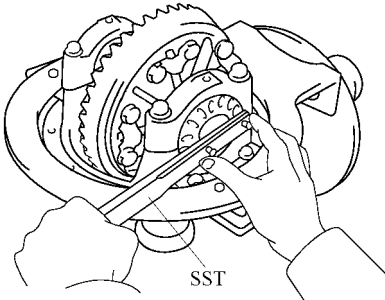

图 14-140 用专用工具旋紧齿圈侧的调整螺母直至齿隙为 0.2mm
2) 使用差速器侧轴承调整螺母扳手旋紧齿圈侧的调整螺母，直至齿圈的齿隙达到 0.2mm 左右为止。如图 14-140 所示。